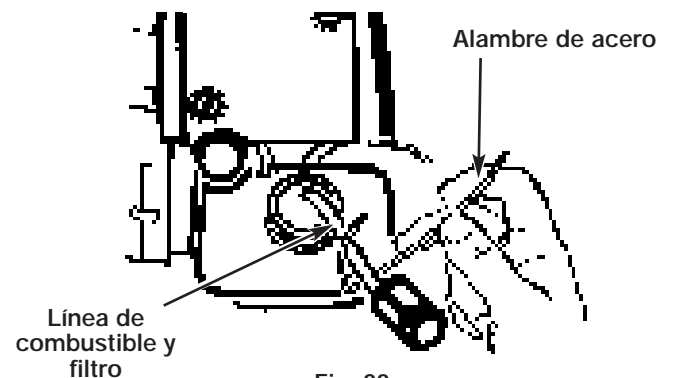

Fig. 22
1. Levante la línea de combustible y filtro (B) fuera del tanque. Un alambre de acero (C) con gancho sirve bien (Fig. 22).